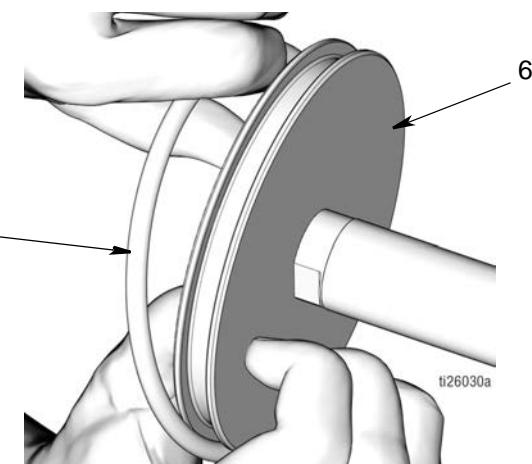

图 48
- 在 O 形圈 (7) 上抹上薄薄一层滑脂。在活塞 (6) 上安装 O 形圈 (7)，如 图 48 所示。